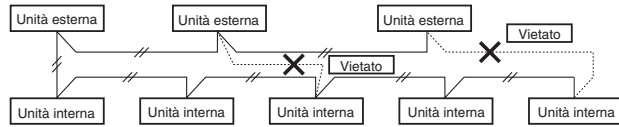

Fig. 4-1
(2) Non installare i fili di collegamento fra unità esterne in modo che formino un anello. (Fig. 4-1)